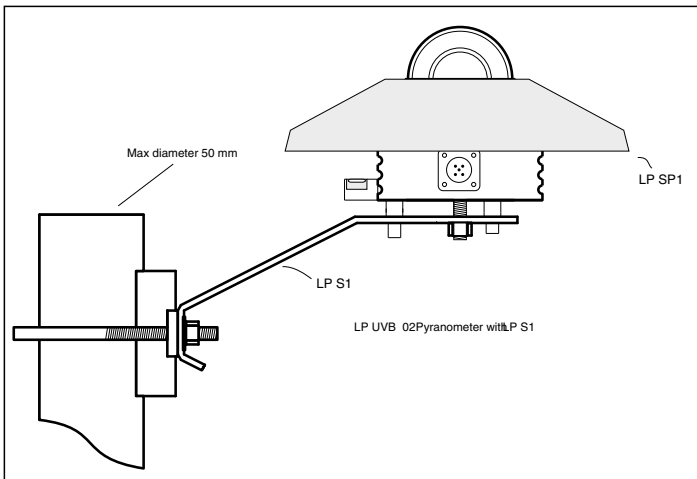

Fig. 5
- O kit de montagem LP S1 (Fig. 5), fornecido sob pedido como um acessório, permite fácil montagem do radiômetro em um mastro. O diâmetro máximo do mastro